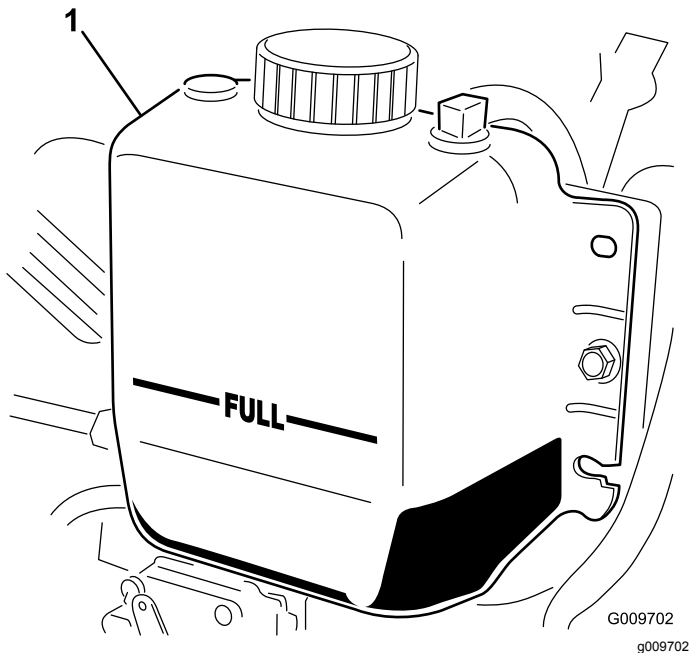

Figura 15
2. Compruebe el nivel de refrigerante del radiador. El radiador debe llenarse hasta la parte superior del cuello de llenado, y el depósito de expansión debe llenarse hasta la marca Lleno (Figura 15).